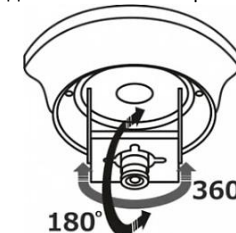

Рис. 2
- Сориентируйте IP-камеру, повернув видеомодуль от 0° до 360° по горизонтали и от 0° до 180° по вертикали (Рис. 2). При необходимости настройте фокус объектива, предварительно ослабив болт фиксации объектива (или кольцо фиксации).